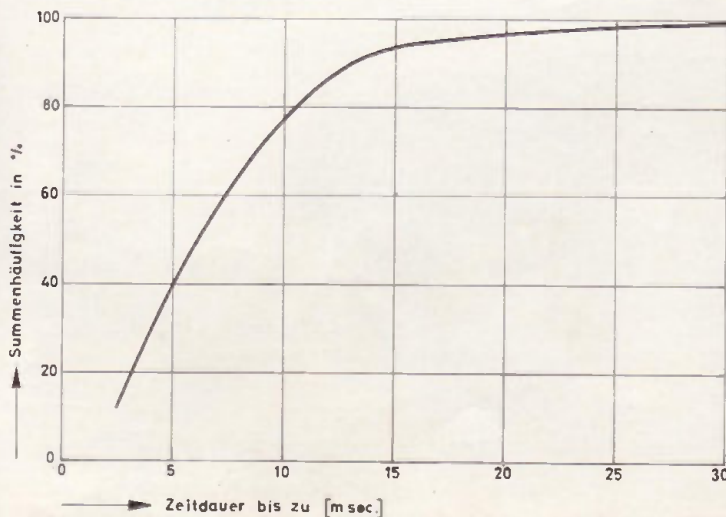

Bild 3 Summenhäufigkeit der Zeitdauer von Aussetzern bei Standardband, Viertelspur und 4,76 cm/sec. Bandgeschwindigkeit; nach [4]
nur 0,01% aller auf einem Bandstück vorhandenen Aussetzer einen Amplitudenverlust von 12 und mehr dB. Bild 3 hat mehr qualitativen Charakter (4) und bezieht sich auf über mehrere Standardbandfabrikate gemittelte Werte; interessant ist der scharfe Knick der Kurve bei etwa 15 ms, woraus hervorgeht, daß Aussetzer, die länger als 15 ms dauern, sehr selten sind.